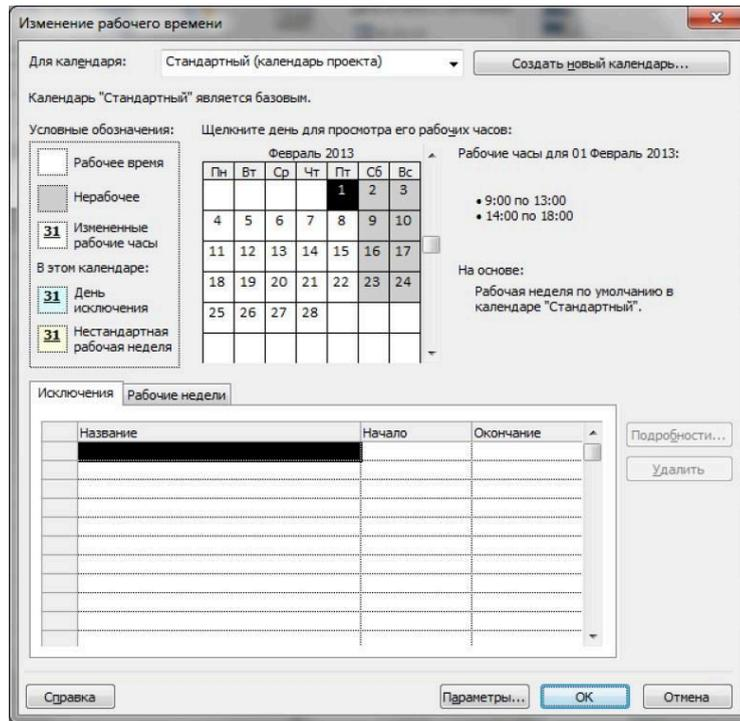

Рис. 4.6. ВД Изменение рабочего времени
1. На вкладці **Проект** у групі **Властивості** натисніть кнопку **Змінити робочий час** Відкриється ВД **Изменение рабочего времени** (рис. 4.6).